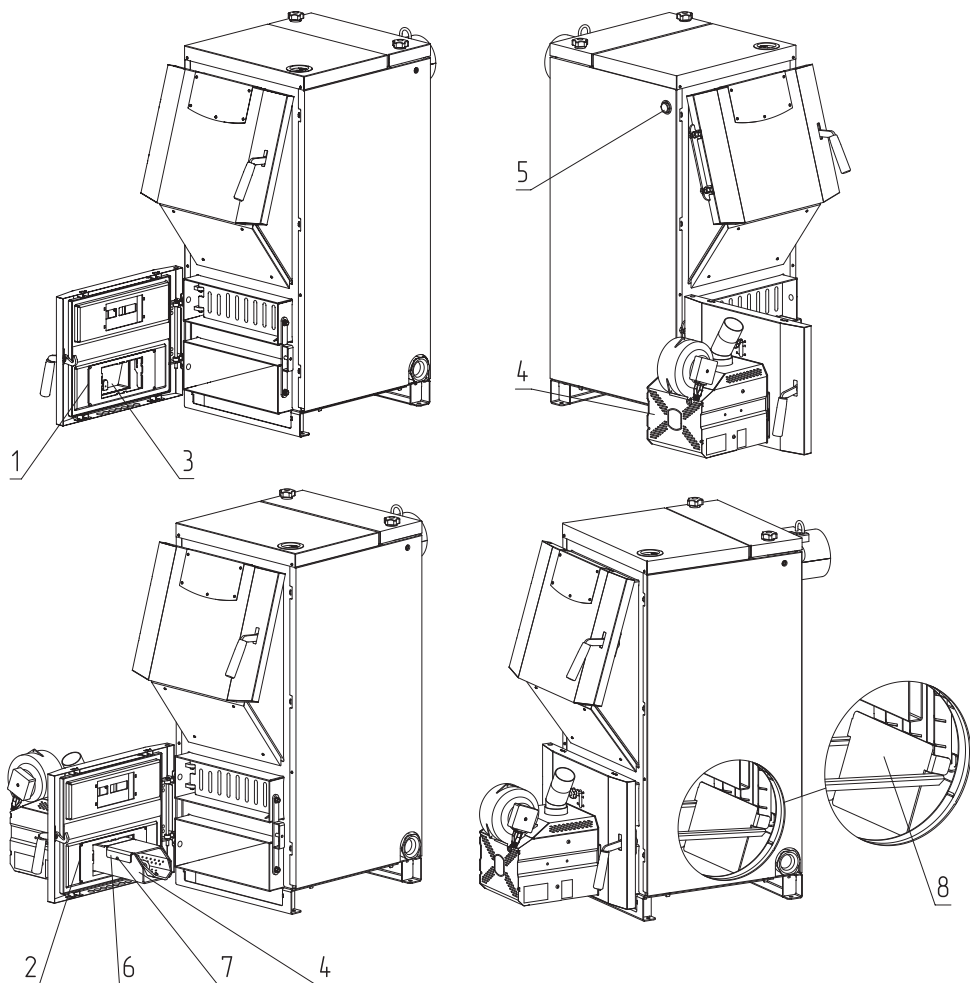

Рис.15 Порядок установки горелки ZOTA «FOX» на твердотопливные котлы ZOTA Bulat 18, 23, 28, 35, 45
- Выкрутите две гайки М8 (**Рис.15, поз.1**);
- Снимите поддувало (**Рис.15, поз.3**);
- Снимите с горелки отбойник (**Рис.15, поз.6**), выкрутив винты (**Рис.15, поз.7**);
- Установите горелку (**Рис.15, поз.4**) на котел, как показано на **Рис.15**;
- Зафиксируйте горелку двумя гайками М8 (**Рис.15, поз.1**);
- Установите отбойник топки Zota Bulat (**Рис.15, поз.8**) в котёл, как показано на **Рис.15**. Отбойник топки (**Рис.15, поз.8**) выполняет защитные функции и в процессе эксплуатации из-за воздействия на него высоких температур может изнашиваться, поэтому он является расходным материалом и гарантия на него не распространяется;
- Для установки гильзы под датчики температуры и перегрева снимите пробку или тягорегулятор (если установлен) и установите гильзу (**Рис.15, поз.5**) в освободившееся отверстие.
Внимание! Запрещается эксплуатация pelletной горелки ZOTA «Fox» без установленного отбойника топки Zota Bulat (**Рис.15, поз.8**). Отсутствие отбойника топки Zota Bulat при использовании pelletной горелки приводит к прогару водонехолаждаемых поверхностей. В случае нарушений условий эксплуатации, рекламации не принимаются.